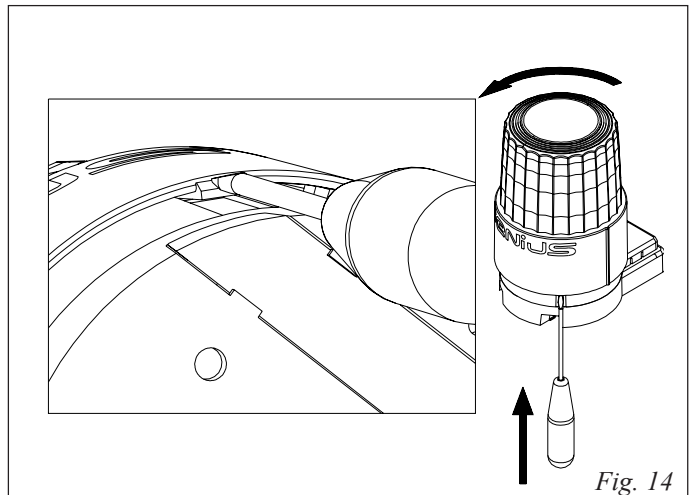

Fig. 14
- 1- Agire sul sistema di bloccaggio con un cacciavite come indicato nella Fig. 14 e contemporaneamente ruotare in senso antiorario la calotta